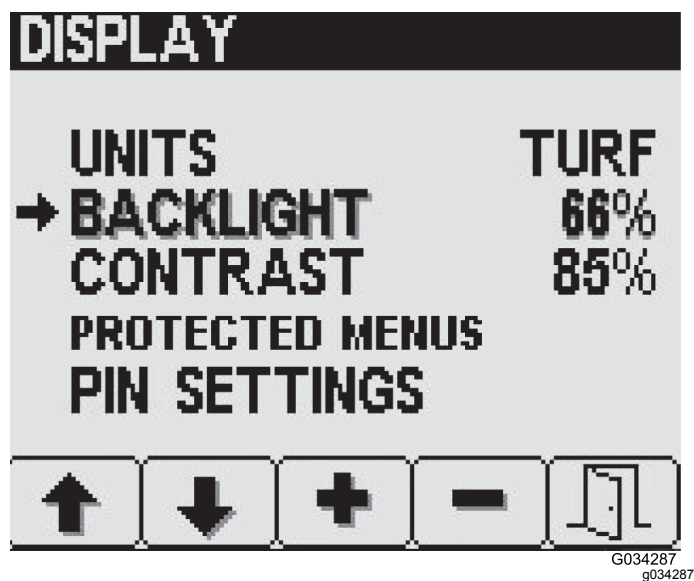

图 21
- 按 Display 显示设置屏幕上的 2 号按钮直至到达 Backlight 背光或 Contrast 对比度 图 21。
- 使用 3 号和 4 号按钮设置所需的值 图 21。